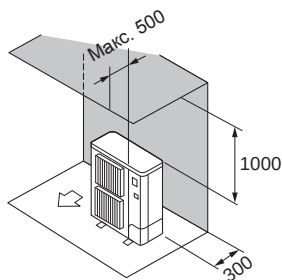

Fig. 2-3
- ② Перешкоди лише ззаду та зверху (Fig. 2-3)